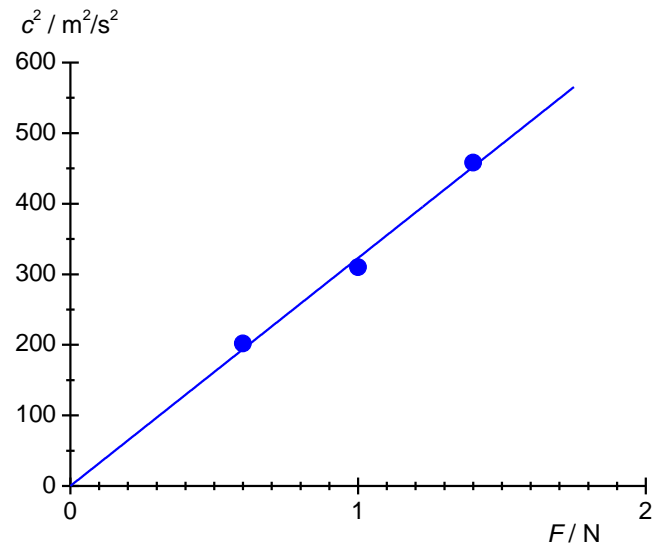

Fig. 8: Velocità d'onda al quadrato  $c^2$  delle onde della corda in funzione di  $F$ .
- Calcolare il quadrato delle velocità d'onda  $c^2$ , inserire i valori nella tab. 4, riportarli in un grafico in funzione della forza di serraggio  $F$  e unirli con una linea retta (fig. 8).
- Dall'incremento della retta determinare la densità lineare  $\mu$  della corda, in funzione dell'equazione (8) e calcolando il valore inverso.